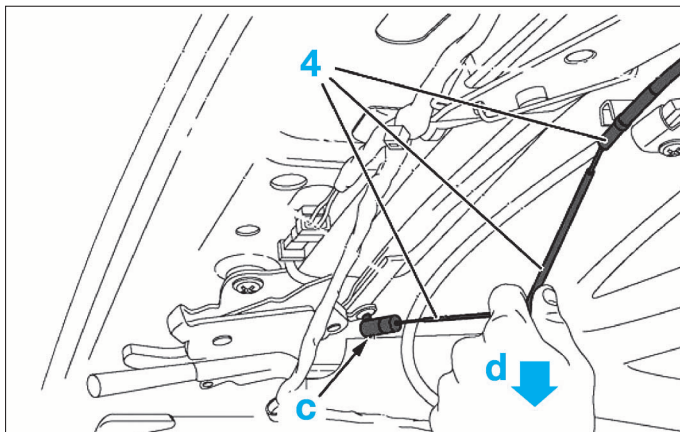
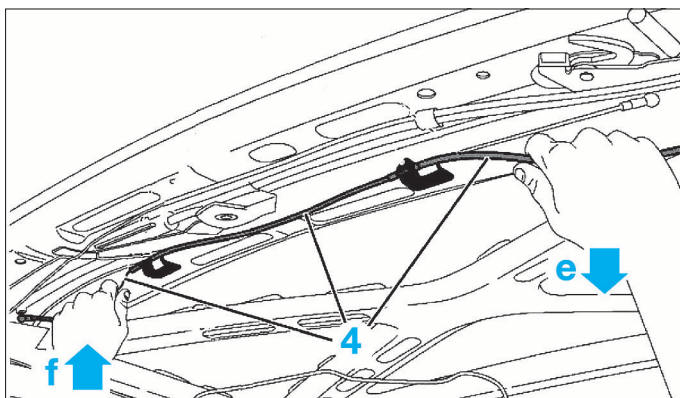

FIG. 98
FIG. 99
- Accrocher le câble (4) en (c) (Fig.98).
- Tirer et maintenir le câble (4) en (d).
- Tirer et maintenir en tension le câble (4) en (e) (Fig.99).